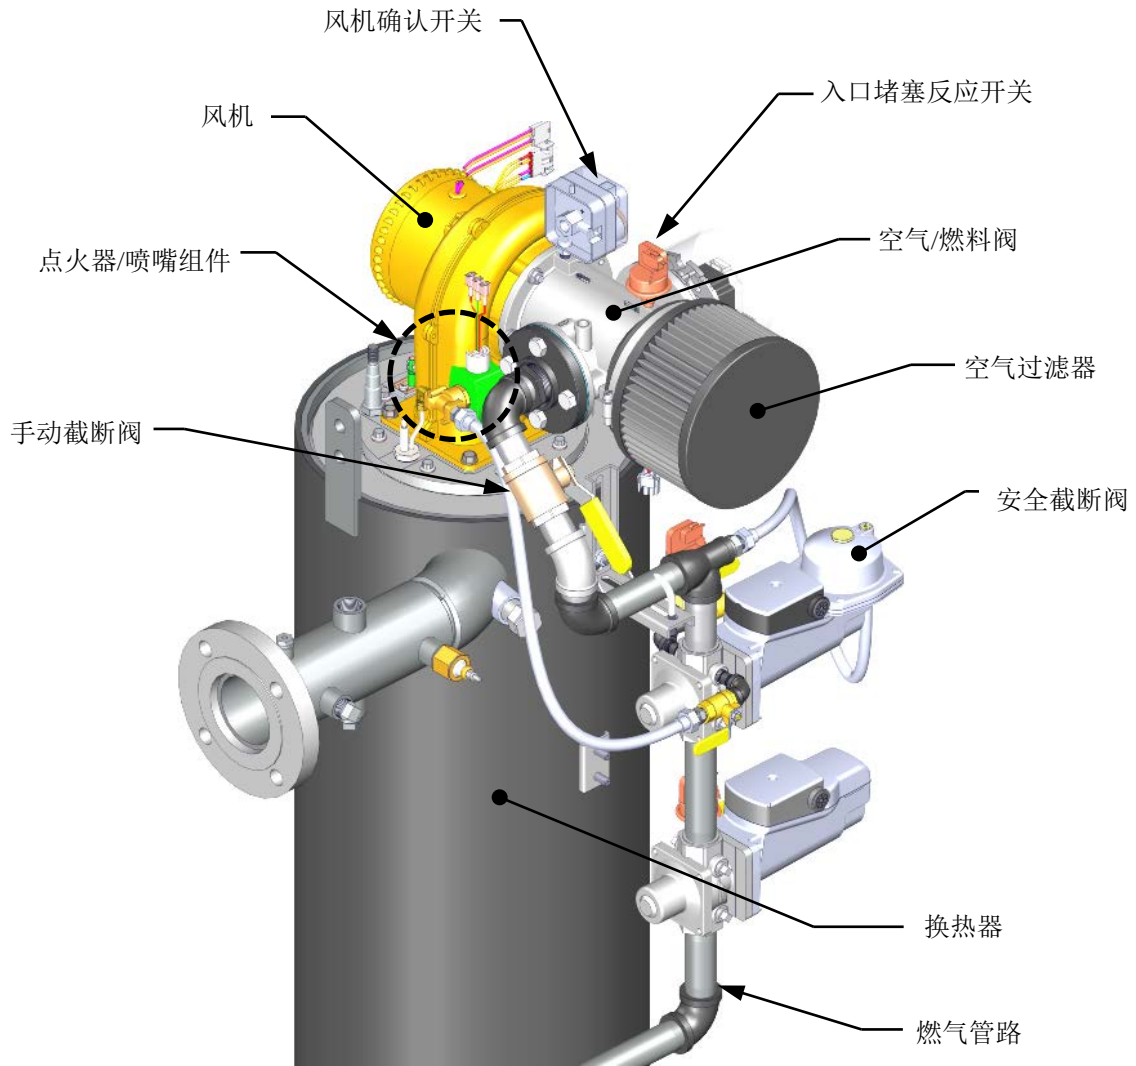

图 6-3: 锅炉- 部分视图
3. 关闭位于安全截断阀 (SSOV) 与空气/燃料阀之间的手动燃气截断阀 (参见图 6-3)。
8. 在确认火焰后，关闭位于 SSOV (图 6-3) 与空气/燃料阀之间的手动燃气阀。
这些测试将检查图 6-3 所示的风机确认开关和入口堵塞反应开关。
6. 使用厚实、扁平的物体（例如厚夹板或厚金属板）盖住空气/燃料阀的入口（此处将空气过滤器拆除）（参见图 6-3）。